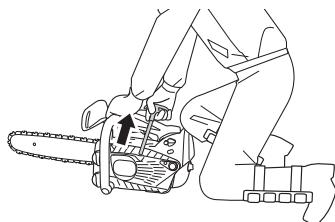

Fig. 13
- Tirez vivement sur la poignée du lanceur à retour automatique en faisant attention de ne pas relâcher la poignée brusquement mais d'accompagner son retour. (**Fig. 13**)
- Tirez de nouveau vivement sur la poignée du lanceur à retour automatique de la manière indiquée précédemment. (**Fig. 13**)